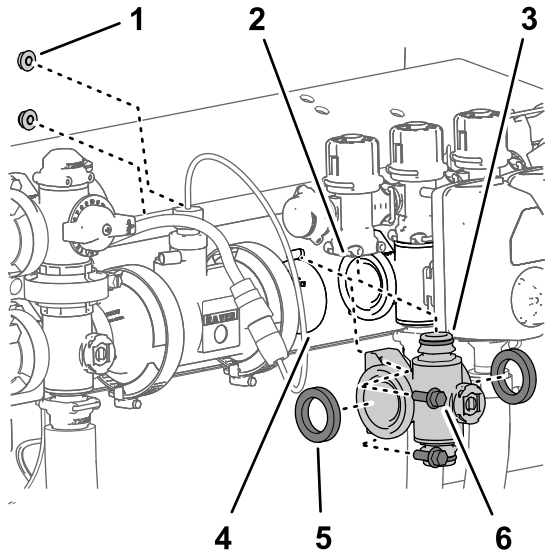
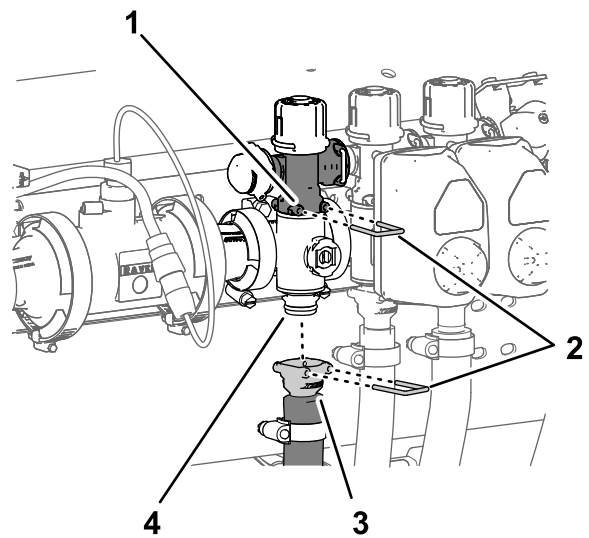

Figure 122
Figure 123
1. Alignez les 2 joints que vous avez retirés à la section Dépose de la vanne de section du collecteur \(page 88\) et les brides du collecteur de vanne de section (Figure 122).
2. Alignez la bride du collecteur de vanne de section entre les brides des autres vannes de section et/ou adaptateur d'accouplement (Figure 122).
3. Fixez le raccord rapide du collecteur de vanne de section au raccord rapide femelle de la vanne de dérivation de section à l'aide d'un l'étrier de fixation (Figure 122 et Figure 123).
5. Pour les collecteurs de vannes de sections gauche et droite, fixez le collecteur de vanne au support de vannes (Figure 122) à l'aide des 2 boulons à embase (1/4 x 3/4 po) et des 2 contre-écrous à embase (1/4 po) que vous avez
8. Fixez le raccord rapide du flexible de section au raccord rapide du collecteur de vanne de section à l'aide de l'étrier de fixation (Figure 123).